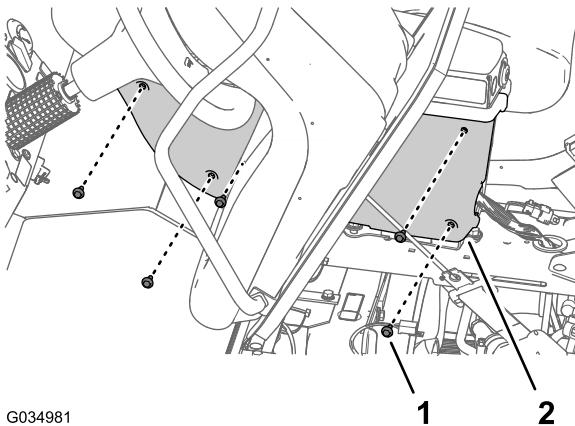

Figura 112
- Rimuovete i 5 bulloni a testa flangiata ($\frac{1}{4}$ " x $\frac{3}{4}$ ") che fissano il coperchio sul lato sinistro del quadro di comando (Figura 112).